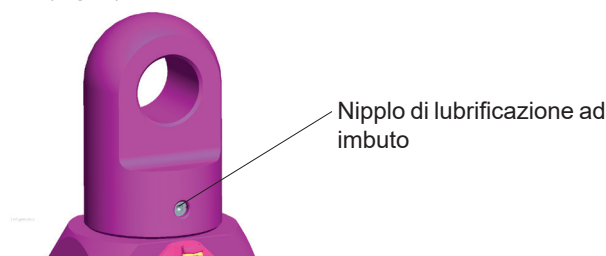

Fig. 7: Nipplo di lubrificazione ad imbuto
- La rotazione della noce pentagonale e della giunzione girevole superiore deve avvenire senza scatti, interferenze o intoppi (N.B. con freno aperto). Se necessario lubrificare il cuscinetto del perno girevole attraverso il nipplo di lubrificazione ad imbuto (Fig. 7).